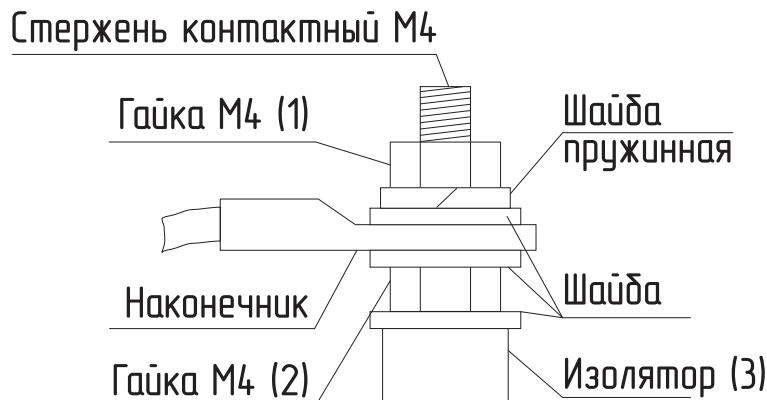

Рис.20 Присоединение проводов к выводам блок ТЭН
- при замене блок ТЭН присоединение фазных проводов к выводам блок ТЭН производить согласно **Рис.20**. Сечение кабеля указано в таблице 1 и 2;
- провод нейтрали «N» подключить на перемычку блока ТЭН (**Рис.20**).